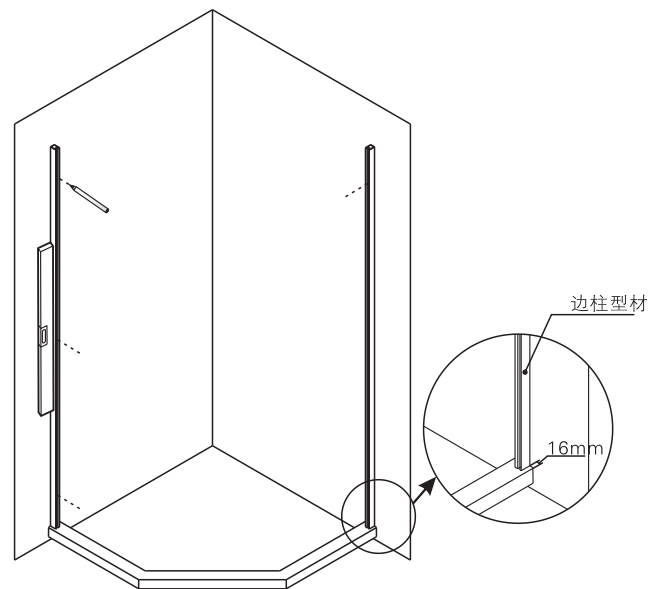

图2
3. 将"边柱型材"按图所示, 放置于安装位置, 在墙上需钻孔位置做好记号, 然后在墙上钻好孔, 敲入膨胀胶粒, 最后将"边柱型材"放回安装位置用水平尺调整垂直度后, 用螺丝锁紧在墙上(如图2, 2-1, 2-2所示)。